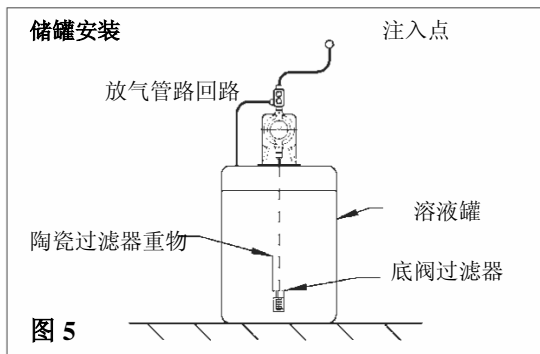

图 5
- 如图 5 所示，计量泵可以安装在溶液罐顶部。化学泵安装在盖上。将吸入管插入并穿过中央孔，使底阀/过滤器能悬挂在距离储罐底部上方约 1 或 2 英寸（2-5 cm）处，然后切断管子。钻四个.25”（6 mm）孔，用四颗#10（M5）螺钉和螺母将泵安装固定。
- 要防止堵塞或避免止回阀发生故障，请务必在吸入管末端安装一套过滤器组件（图 5）。这套底阀/过滤器组件务必安装在距离储罐底部上方 1-2 英寸 (2-5 cm) 处，这样可以避免储罐底部可能积聚的固体堵塞过滤器。化学药品储罐和底阀/过滤器应定期清洗，确保连续安全运行。如果溶液中周期性地沉淀出正在泵送的化学药品，或者化学药品难以溶解或不能完全溶解（如氢氧化钙），则应在化学药品储罐中使用混合器。这些在许多电动机配置和安装中都很容易提供。如需要可与供应商联系。